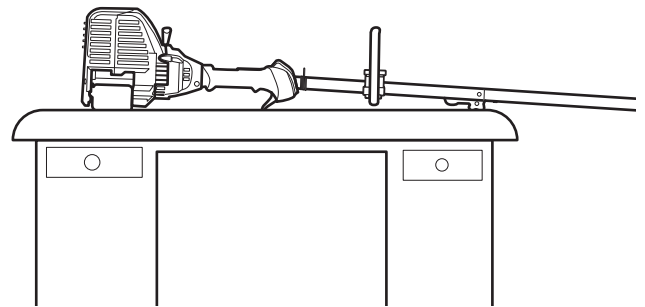

Fig. 32
2. **Ubique la unidad sobre una superficie plana y nivelada,** como un banco de trabajo o una mesa. El protector del cabezal de corte debe quedar colgando del borde de manera que el motor quede nivelado (Fig. 32).